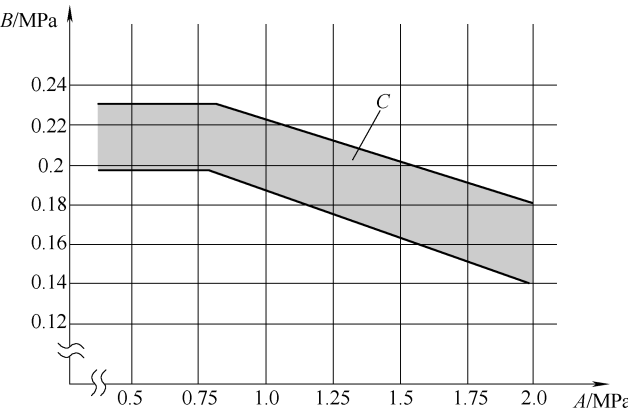

图 8-3-40 空调高低压力公差范围
(1) 标准值。高压侧：从出口压力(在连接上压力表时)增至最大 2.0MPa 计示压力。低压侧：从出口压力(在连接上压力表时)下降至图 8-3-40 中所示
(2) 可能的故障原因及其排除(见表 8-3-5 ~ 表 8-3-10)